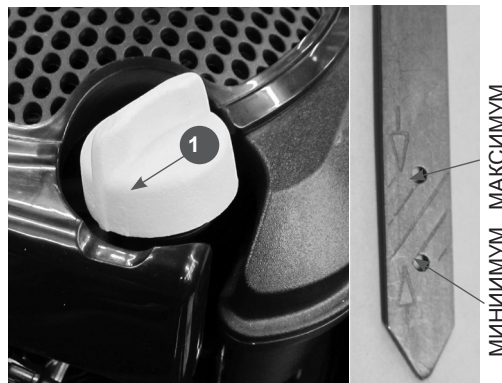

Рис.3
2. Снимите крышку/щуп маслозаливного отверстия (1) Рис.3.